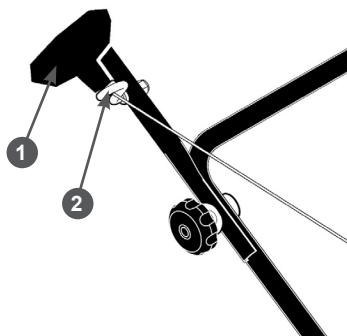

Рис. 7 Крепление ручки стартера на рукоятке
7. Закрепите ручку стартера на кронштейне 5 (Рис. 1). Для этого нажмите рычаг 5 остановки двигателя (Рис. 2) и медленно потяните за ручку стартера, чтобы вытянуть шнур из корпуса стартера на требуемую длину. Затем пропустите шнур стартера через витки кронштейна и отпустите ручку стартера. Ручка стартера должна зафиксироваться на кронштейне, как показано на Рис. 7.